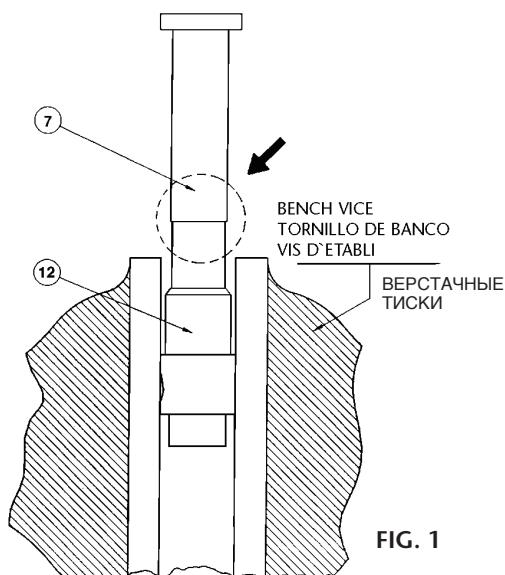

FIG. 1
Зажать верхний полукорпус (12) в верстачных тисках (рис. 1), вставив стержень в седло выходного разъема, чтобы не допустить вращения устройства между щеками тисков. Отвинтить нижний полукорпус с помощью ключа STILSON (ключ следует установить в месте, указанном на рисунке 1).